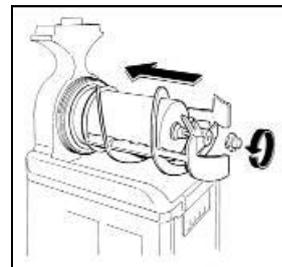

Fig. 14
- Fixer tous les éléments en vissant le pommeau dans le sens anti-horaire (fig.14).